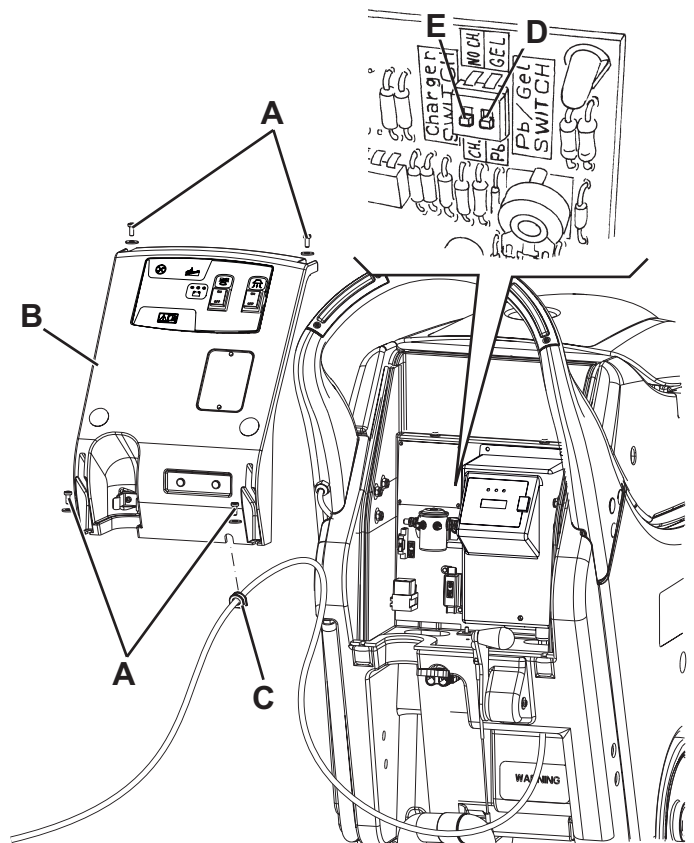

Abbildung 1
2. Schmutzwasserablassrohr (11) verschieben.
3. Falls vorhanden, das Kabel des Ladegeräts vom Halter (5) entfernen.
4. Die Schrauben (A, Abb. 1) entfernen und vorsichtig die Platte (B) verschieben, indem man das kleine Gummi (C) aus dem Sitz der Platte (B) entfernt.
5. Den Mikroschalter (D) auf WET stellen.